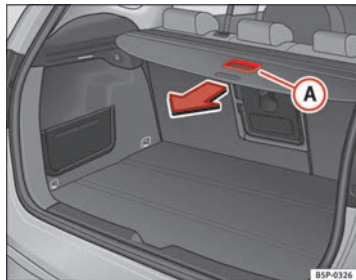

Abb. 124 Betätigung der Ablage
- Ziehen Sie Ablage am Griff **A** nach hinten, bis Sie ein „Klickgeräusch“ hören ⇒ Abb. 124.